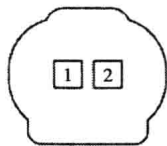

图 1-1-21 发动机冷却液温度传感器（CTS）连接器端子图
14. 发动机冷却液温度传感器（CTS）连接器端子图（图 1-1-21）及端子功能表（表 1-1-14）